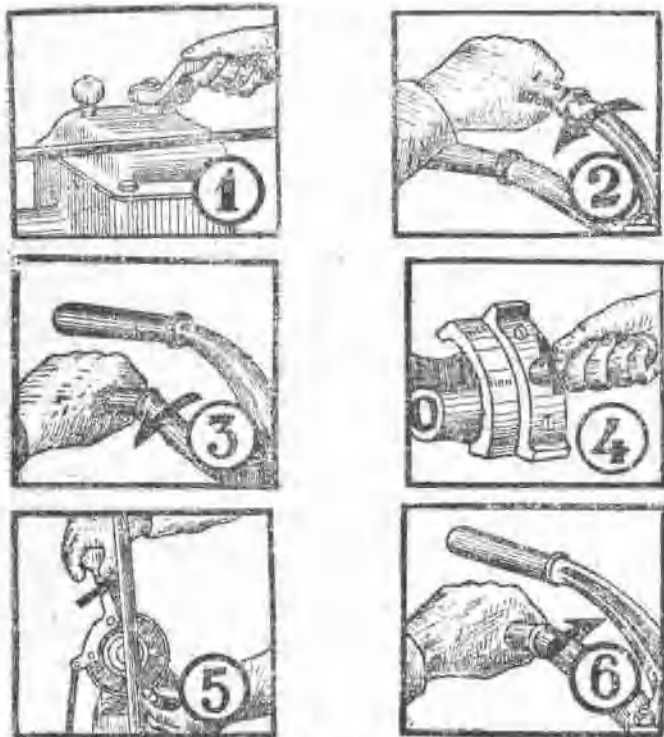

图 3 主发动机的起動
(1) 在温暖季节时，先将起动机变速把手安放在“高速”位置上(左面位置)。在寒冷季节时，应将变速把手安放在“低速”位置上(右面位置)。但在主发动机得到預温
后，仍須將把手推至高速位置如图 3，①所示。
(2) 將起动机驱动小齒輪連接于飞輪齒上。再將离合器把手向外拉，再連接起动机离合器如图 3，②、③所示。
(3) 起动机起動开始后，以正常速度帶动主发动机，然后再將汽門開閉杆搬在中間位置，等到发动机充分預温后，再將汽門開閉杆，由中間位置搬至關閉位置（拉杆向上）如图 3，④所示，并开始給油。
(4) 为使主发动机大量給油，要拔出加速杆銷子，从原位拉到半周，此时噴油泵即經過噴油嘴开始噴油，主发动
机就开动起来了。如果主发动机经过数转后仍不能爆发，则仍须将加速杆搬回不喷油位置，并重新继续加温，再起如图 3 所示。
(5) 直到主发动机发动后，连接装置的驱动小齿轮即自动松开，为了安全起见，于开动主发动机后，必须立刻松开起动机离合器，如图 3 所示。
(6) 闭上起动机燃油箱开关，以便使化油器内剩余之燃油能继续使它转动，至起动机无油为止。然后断开点火开关。
(7) 主发动机先低速运转 5 ~ 15 分钟后，再变为高速空转 5 分钟，待主发动机运转平稳后，才能连接负荷。